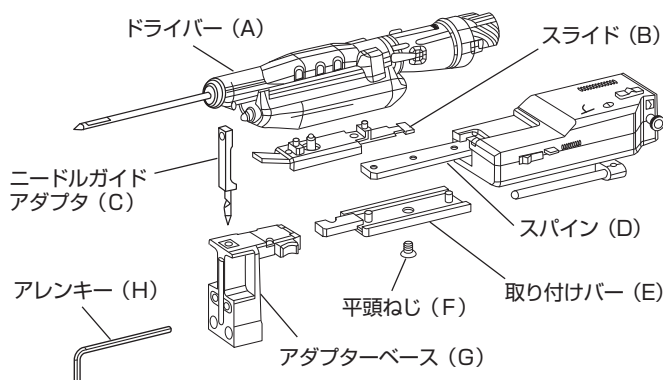

図34
- 2) 包装からオペディマ アダプタベース (以下ベース) (G) を取り出す (図34)。
- 3) アレンキー (H) を用い、梱包された新しい2本のアレンねじで、ベース (G) をバイオプシー ユニット (J) に取り付け、アレンねじを締め込みます。
- 4) Fine Needle Biopsy用のニードルガイドアダプタ (上部と下部) を、ベース (G) と下部のニードルサポート (K) に挿入します。
- 6) バイオプシーニードルの先端がテーブル上の任意の一点から0.5mm以内になるように下部ニードルサポートを上下にスライドさせます。ニードルの先端が0.5mm以上離れている場合、ベース (G) を設置し直して調整する必要があります。アレンねじは、針の先端の動きが0.5mm以内になると締められるようになります。再度ニードルの動き幅を確認してからねじを締め込んでください。